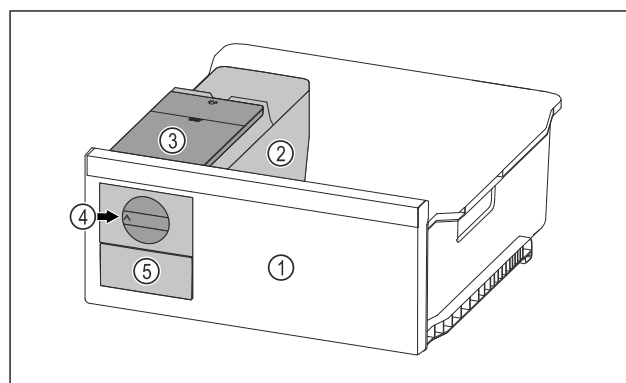

Fig. 41 Eksempelfremstilling
- ▶ Vri dreieknotten Fig. 41 (4) med klokken til den stopper.
- ▷ Isbitene faller fra isbitbrettet og ned i isbitskuffen Fig. 41 (5).